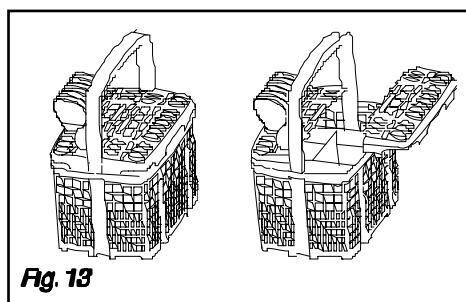

Fig. 13
**Estão à sua disposição grelhas amovíveis se pretender um carregamento dos talheres ordenado** (Fig. 13)